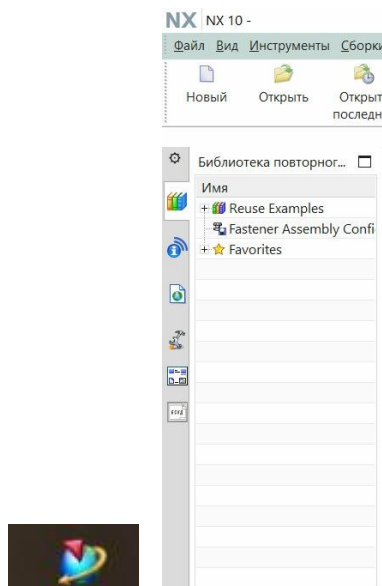

рис.4
- Запуск системы NX 10.0 осуществляется простым «кликаньем» по пиктограмме, изображение которой показано на рис. 4.